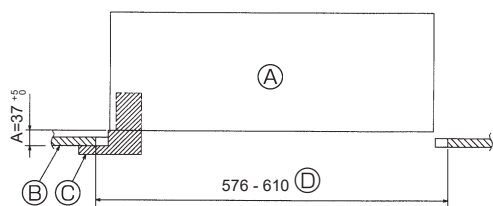

Fig. 10-2
10.2. Preparazione dell'attacco della griglia (Fig. 10-2)